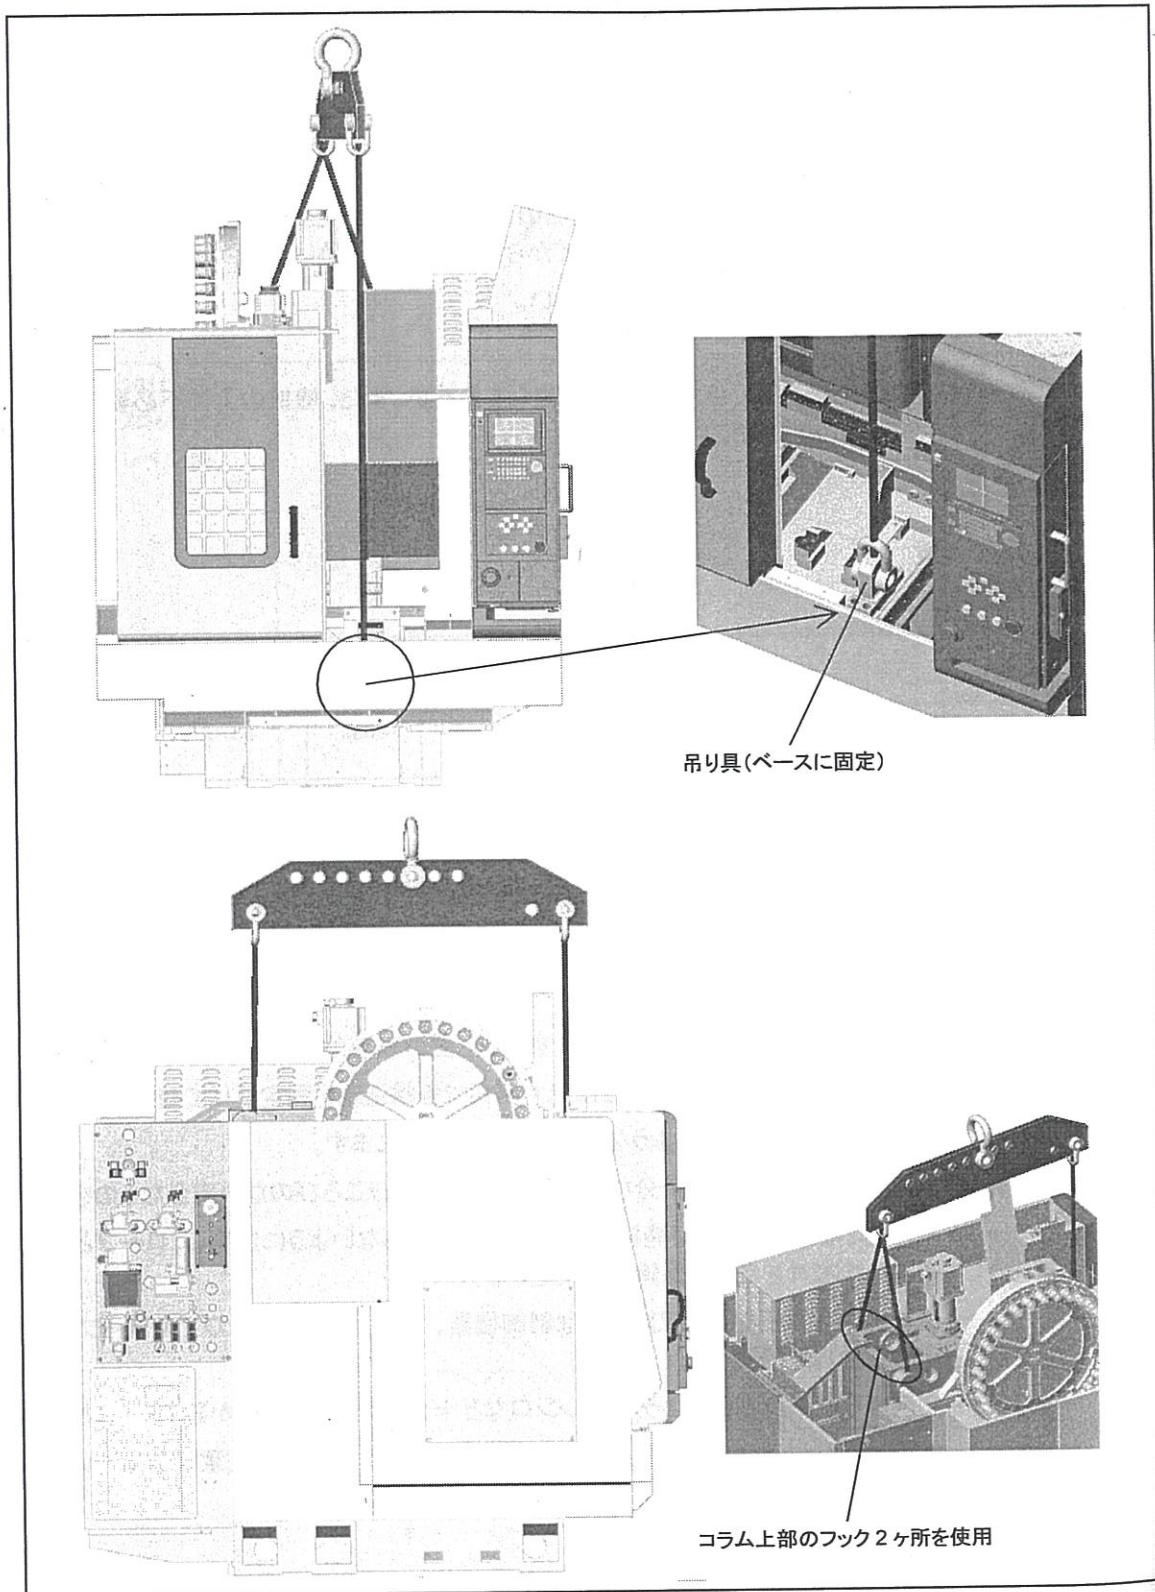

Fig. 6-8 本機の吊上げ方法
機械の吊上げはFig. 6-8のように吊りますが、下記の事項は必ず守ってください。
- 本機を吊る前に、必ずFig. 6-8に示す要領で各構造物を固定具にて確実に固定します。
- 吊上げには、Fig. 6-8のような専用の吊具を使用します。